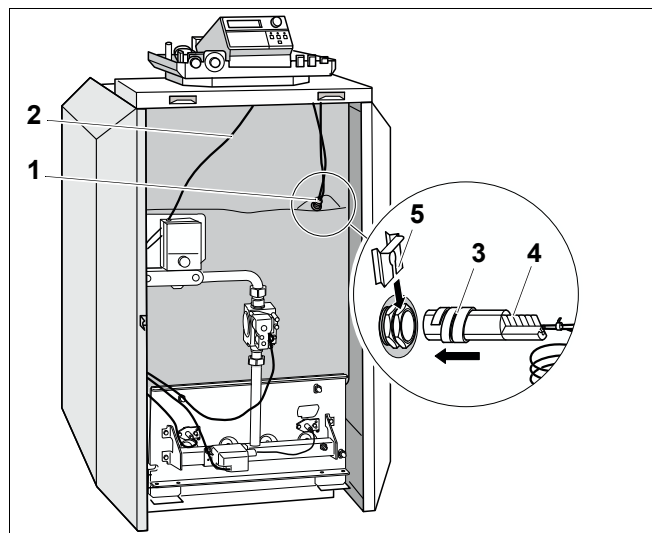

Рис. 16 Передняя крышка котла
- Провести капиллярные трубки температурных датчиков и, для системы управления серии Logamatic, провод датчика температуры котловой воды под передней крышкой котла вперед к месту замера (рис. 16, **поз. 1**). Провода при этом разма- тывать только на необходимую длину.
- Провести провод горелки (рис. 16, **поз. 2**) под передней крышкой котла назад к подключению системы управления.
- Температурный датчик вставить до упора в гильзу (рис. 16).
- Пластмассовая спираль (рис. 16, **поз. 3**) автоматически сдвигается назад. Компенсационная пружина (рис. 16, **поз. 4**) должна быть вставлена в гильзу.
- Надеть фиксатор датчиков (рис. 16, **поз. 5**; поставка с системой управления) сбоку или сверху на оголовок гильзы (рис. 16, см. стрелку).